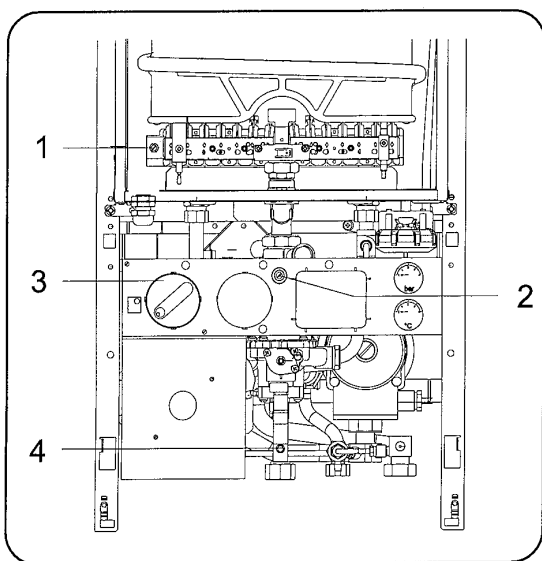

Рис.16
2. Ослабьте игольчатый запорный винт (рис.16, позиц.1) и присоедините U - образный манометр.
5. В зависимости от выбранной мощности и учитывая тип установки устанавливают соответствующее давление горелки (см. указания в табл.7). Давление горелки регулируют при помощи регулировочного винта (Рис.16, позиц.2): поворачивая винт влево давление повышается (больше газа), поворачивая винт вправо – давление уменьшается (меньше газа).
7. Отпустить запорный винт (Рис.16, позиц.4) и присоединить U – образный манометр к измерительному патрубку.
8. Откройте газовый кран и включите установку. Регулятор температуры установите в положение "7" (Рис.16, позиц.3)
11. Газовый кран закрыть, снять U – образный манометр и плотно завернуть запорный винт (Рис.16, позиц.4)
1. Снимите запломбированный колпачок винта настройки газа (Рис.16, позиц.2).
3. Регулятор температуры установите в положение "7" (Рис.16, позиц.3).
1. Отпустить запорный винт (Рис.16, позиц.4) и присоединить U – образный манометр к изме-
4. Газовый кран закройте, снимите U – образный манометр и плотно заверните стопорный винт (Рис.16, позиц.4).
6. Закройте газовый кран, снимите U – образный манометр и плотно заверните сопорный винт (Рис.16, позиц.4)